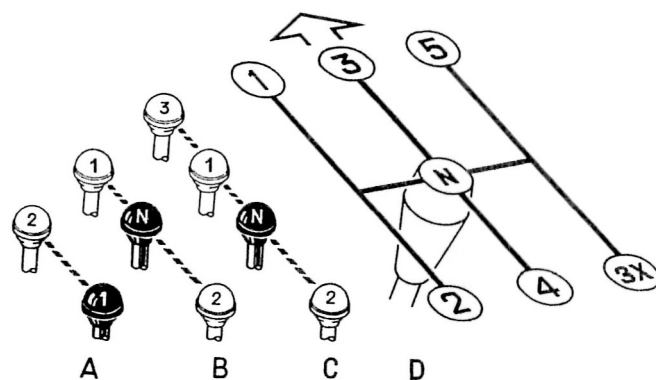

Рис. 5.19. Схема положения рычагов:
21 – рычаг переключения передач раздаточной коробки (для автомобилей типа 4×4). Схема включения блокировки межосевого дифференциала, переключения передач раздаточной коробки и коробки передач показана на рис. 5.19;
– рычаг переключения передач и включения блокировки межосевого дифференциала раздаточной коробки (для автомобилей типа 4×4 с одним рычагом управления раздаточной коробкой). Схему включения см. на рис. 5.19.
23 – рычаг включения блокировки межосевого дифференциала раздаточной коробки (для автомобилей типа 4×4 с двумя рычагами управления раздаточной коробкой). Схема включения – см. рис. 5.19.
25 – рычаг коробки передач. В коробке передач имеется предохранитель от случайного включения задней передачи при выключении 5-й передачи. Заднюю передачу включать после остановки автомобиля. При включении задней передачи в задних фонарях загорается свет заднего хода. Схема включения см. рис. 5.19.